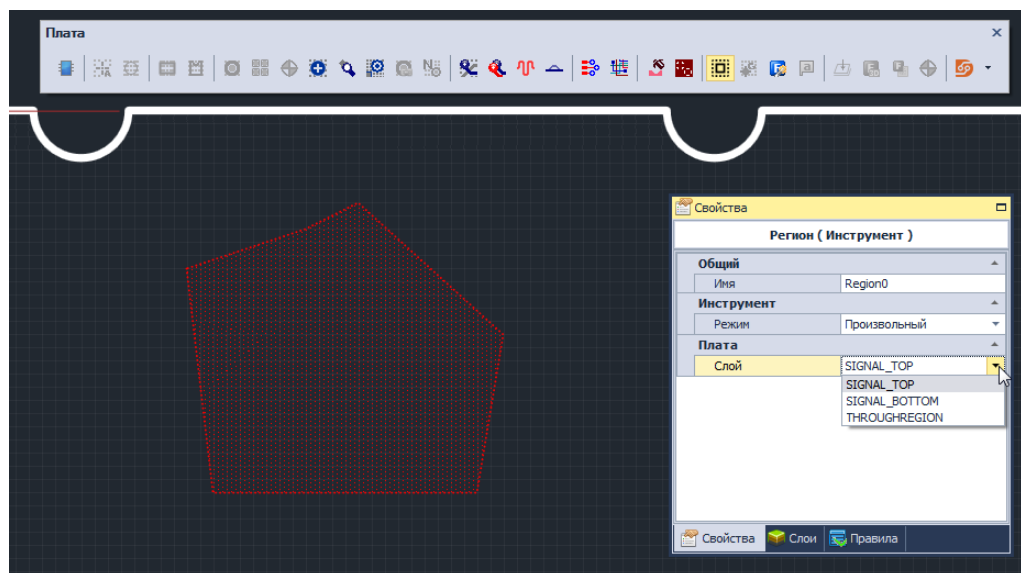

Рис. 123 Выбор слоя для региона
4. Выбрать слой, на котором будет размещен регион. Это делается с помощью пункта «Слой» в панели «Свойства», см. Рис. 123. Регион может быть размещен на одном из проводящих слоев или использоваться на всех проводящих слоях сразу (THROUGHREGION).